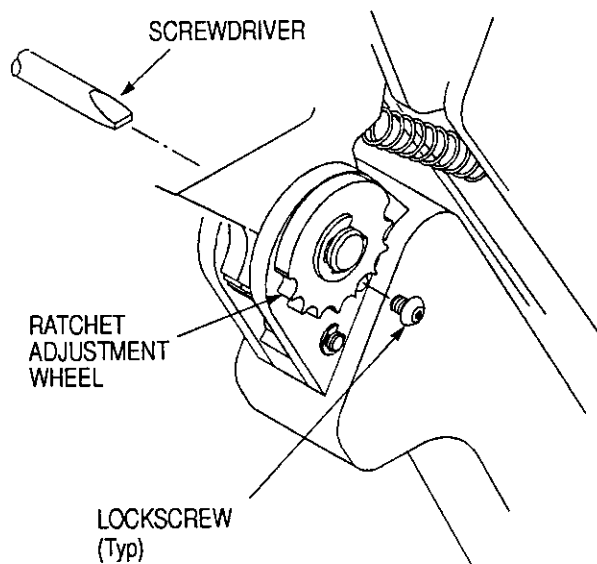

Figure 4
6. CRIMP HEIGHT ADJUSTMENT (Figure 4)